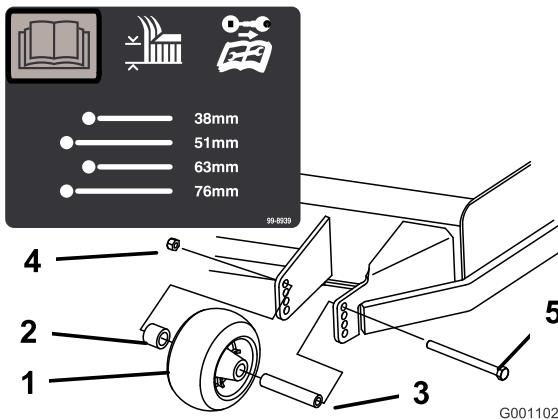
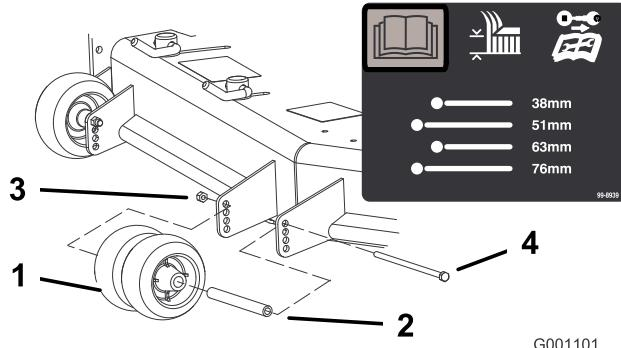
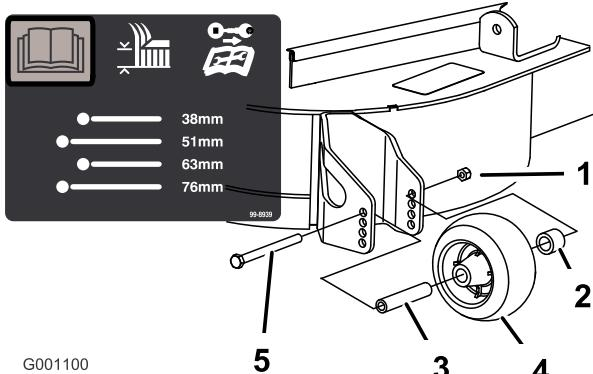

Figura 20
Figura 21
Figura 22
3. Depois de regular a altura de corte, ajuste os rolos retirando a porca flangeada, o casquilho, o espaçador e o parafuso (Figura 20, Figura 21 e Figura 22).
Nota: Os dois rolos intermédios não terão um espaçador (Figura 21).
5. Coloque a porca flangeada, o casquilho, o espaçador e o parafuso. Aperte os parafusos com uma força de 54 a 61 N m (Figura 20, Figura 21 e Figura 22).